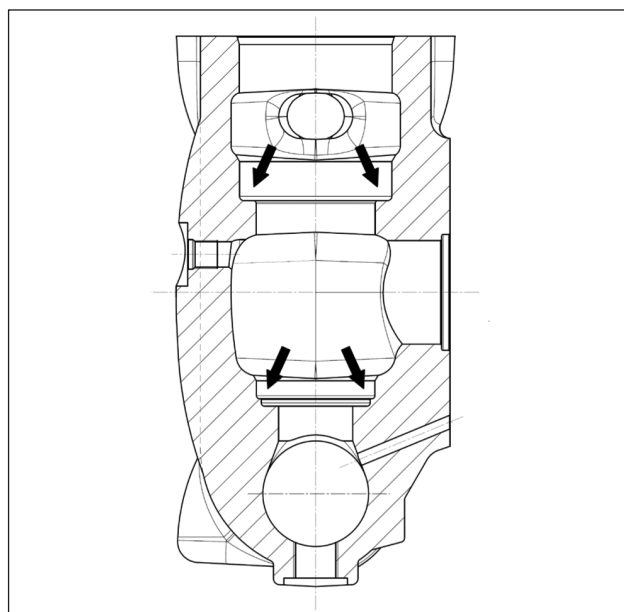

Fig. 115
Prima di riposizionare i gruppi valvola pulire ed asciugare perfettamente i relativi alloggiamenti nella testata indicati dalle frecce (pos. ①, Fig. 115).